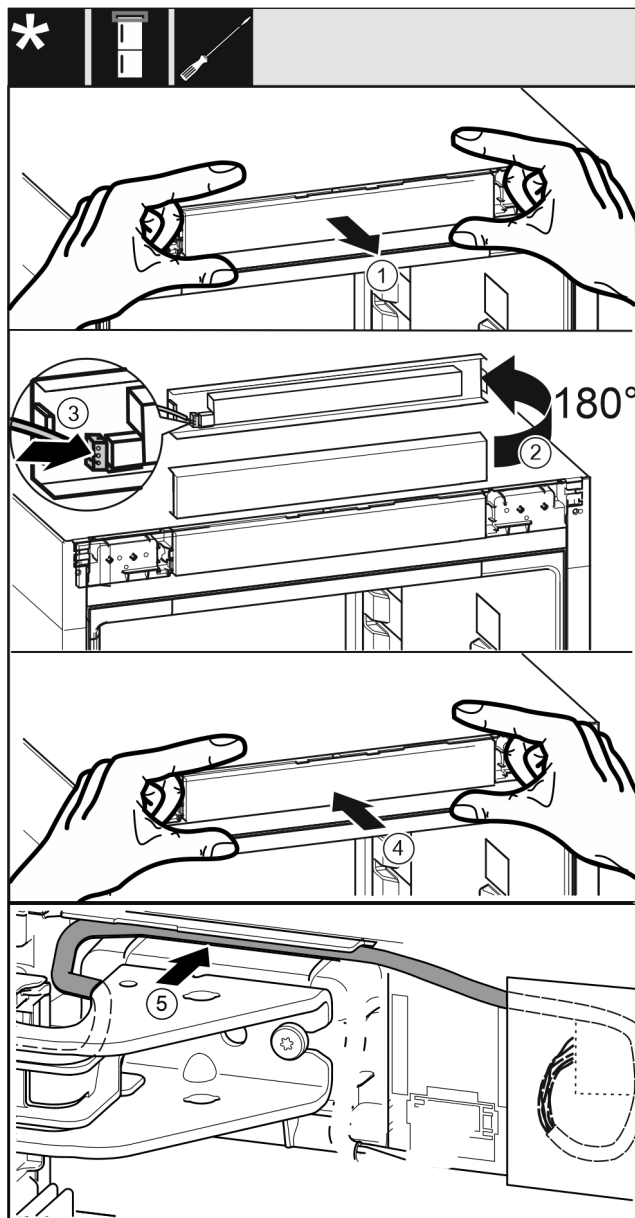

Fig. 31
- ▶ Okvir upravljalne plošče previdno vzemite ven. Fig. 31 (1)
- ▶ Zaslonko obrnite navzgor za 180°. Fig. 31 (2)
- ▶ Vtič zataknete v okvir upravljalne plošče. Fig. 31 (3)
- ▶ Okvir upravljalne plošče zataknete nazaj v napravo. Fig. 31 (4)
- ▶ Sivi kabel previdno položite v vodilo nad zgornjim ležajnim podstavkom. Fig. 31 (5)